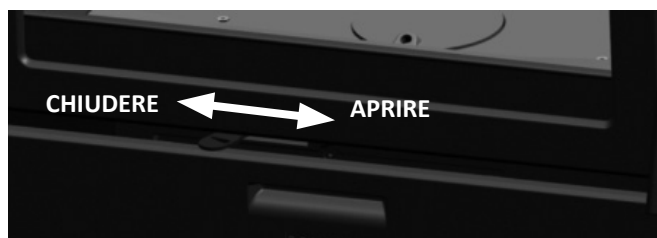

FIG. 3
- Spostando da sinistra a destra la valvola di regolazione, si consente un maggiore apporto di aria per la combustione (FIG. 3).